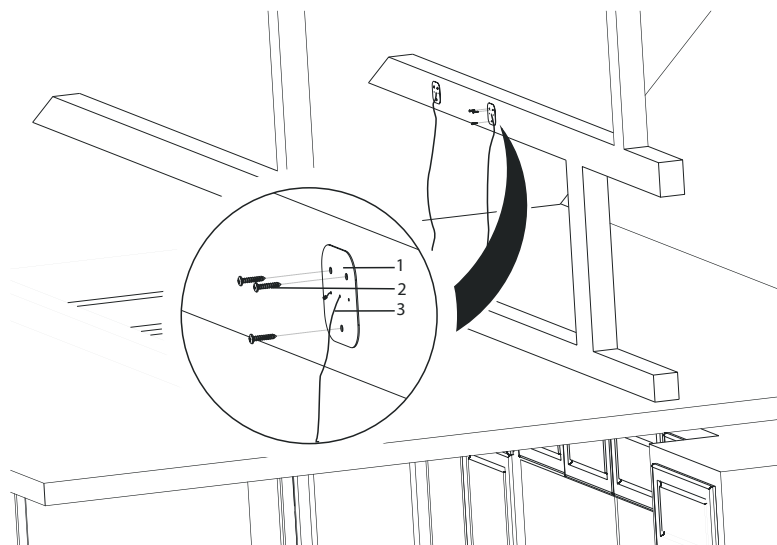

Fig. 9
- 3.** ➔ Montér nu de 4 ophængningsplader, som stålwirerne sidder fast i, på et spær eller en lægte på loftet. Ophængningspladerne må vende på alle led (bemærk spærret eller lægten skal kunne bære emhætten under montering. Ophængningspladerne skal hver fastgøres med 3x 3,9x22 skruer (Fig. 9).